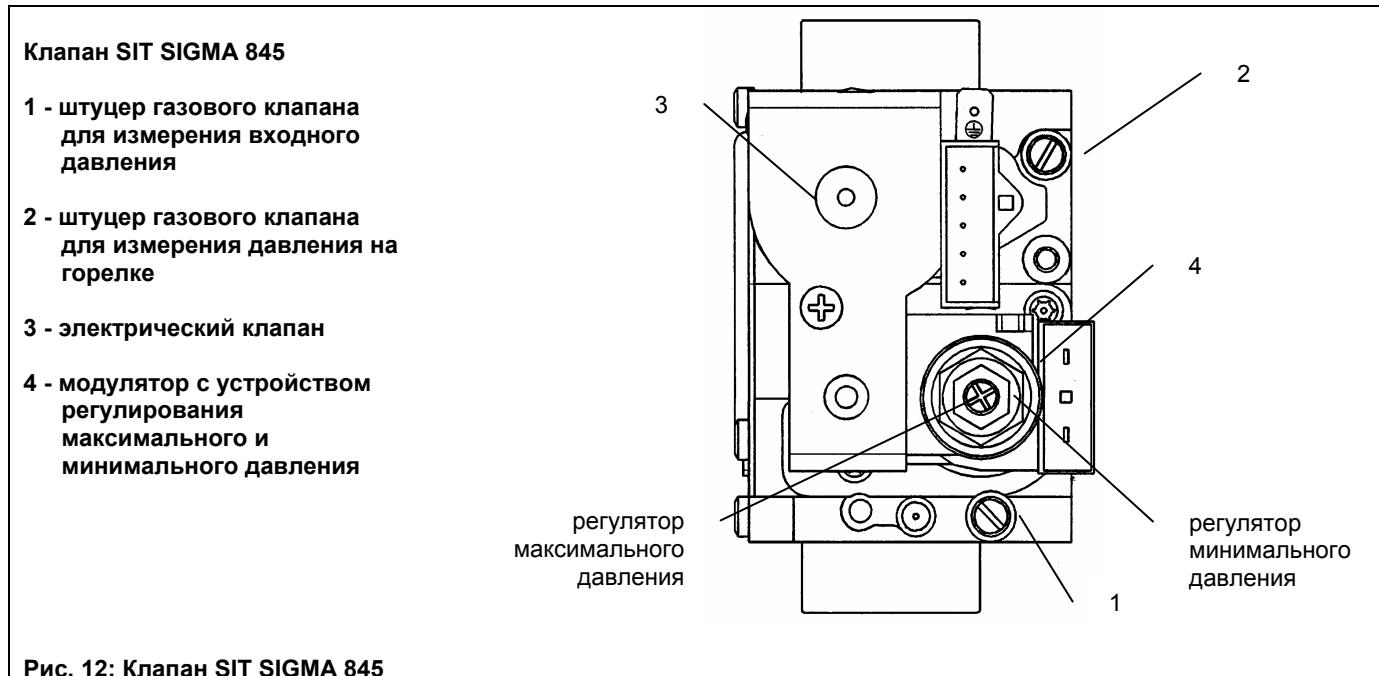

Рис. 12: Клапан SIT SIGMA 845
- Открутить винт на штуцере 2 (рис. 12) и присоединить к штуцеру 2 манометр.
- Открутить винт на штуцере 1 (рис. 12) и присоединить к штуцеру 1 манометр.
- Проверить давление газа на горелке согласно таблице 3 для соответствующей модели котла и соответствующего типа газа. При необходимости снять крышку модулятора и поворачивать латунное кольцо (позиция 4, рис.12) до достижения давления, указанного в таблице 3 для соответствующей модели котла и соответствующего типа газа.